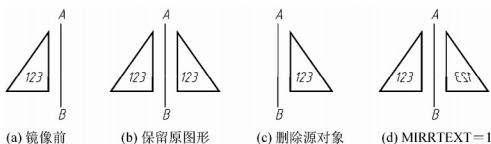

图 4-2 镜像命令
如图 4-2(a)所示, 以 AB 为镜像线, 作出镜像图形。
选择对象: 指定对角点: 找到 4 个(矩形窗选方式选中图 4-2(a)中的对象)
要删除源对象吗? [是(Y)/否(N)]<N>: ☒ (回车, 默认不删除源对象, 结果如图 4-2(b)所示, 若输入 Y☒, 结果如图 4-2(c)所示)
- (1) 镜像线是一条参考线，不必是图上绘制的线，可以通过指定两点来确定。
- (2) 对文本镜像时，在调用镜像命令前，可以通过系统变量 MIRRTEXT 来控制文字是否参与镜像，MIRRTEXT=1，文字完全镜像(图 4-2(d))；MIRRTEXT=0 文字方向不做镜像(图 4-2(b))。